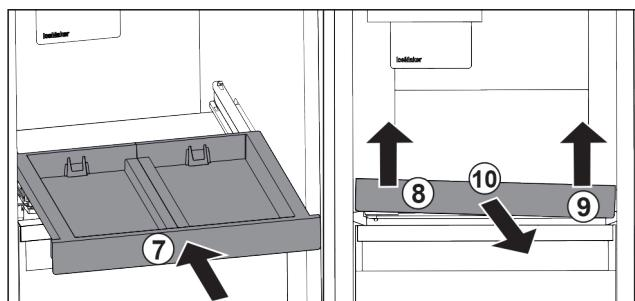

Fig. 82
- Zasuňte vysouvací příhrádku. Fig. 82 (7)
- Vysouvací příhrádku vpředu vlevo nadzvedněte. Fig. 82 (8)
- Vysouvací příhrádku vpředu vpravo nadzvedněte. Fig. 82 (9)
- Odeberte vysouvací příhrádku směrem dopředu. Fig. 82 (10)